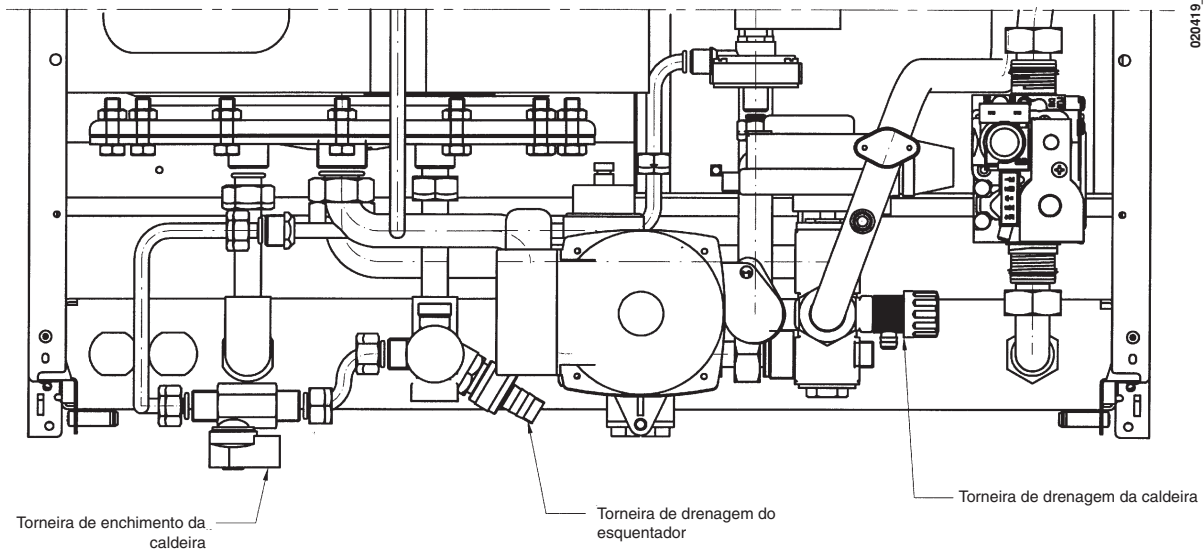

Figura 3
Importante: controle periodicamente que a pressão, vide manómetro (14), com o circuito frio, esteja compreendida entre 0,5 - 1 bar. Em caso de excesso de pressão, opere na torneira de drenagem da caldeira. Se, ao invés, a pressão for inferior, abra a torneira de carregamento da caldeira (figura 3).